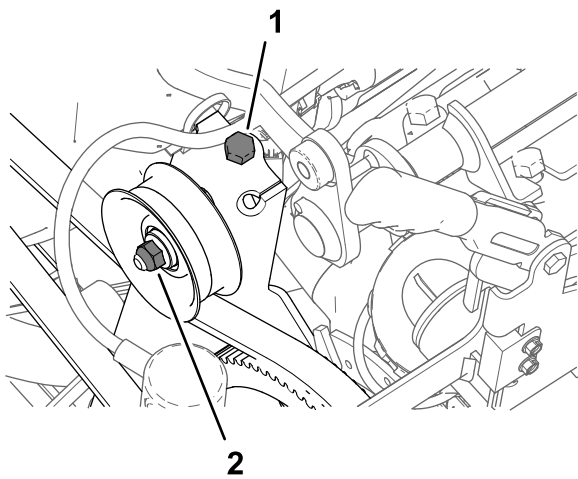

図 178
1. アイドラプーリのシャフトのナットをゆるめる 図 178。
2. ベルトテンションボルトをゆるめてポンプベルトの張りを完全になくす 図 178。